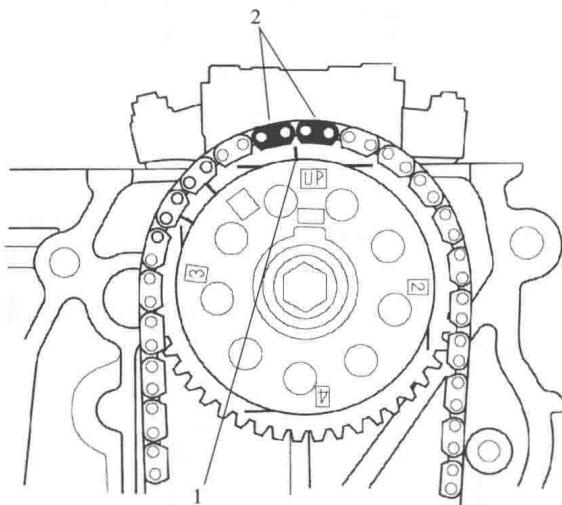

图 1-1-14
(6) L13Z1 发动机：将凸轮链条安装到凸轮轴链轮上，使指针 1 对准两个涂色链节 2 的中间，如图 1-1-14 所示。